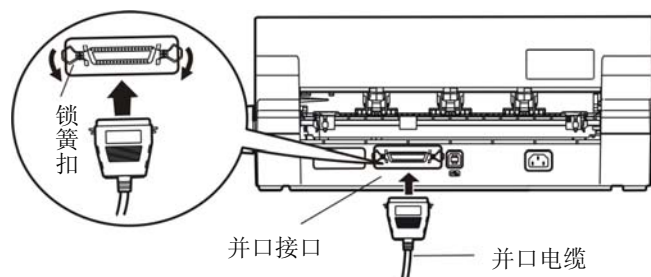

图 2-9 连接并口电缆
1. 关闭计算机与打印机的电源，将并口电缆插头连接到打印机的并行接口，扣上连接器两侧的锁簧扣，使插头固定（如图 2-9 所示）。